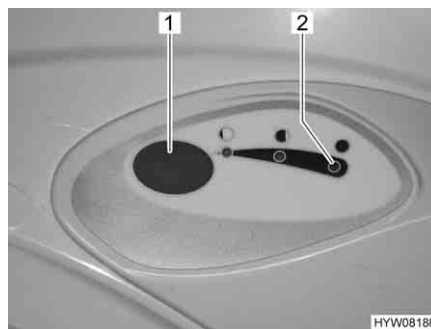

Bild 248 Spolknapp/kontrollampa Thetford-toalett
- För att spola, tryck på den blå spolknappen (Bild 248,1).
Kontrollampan (Bild 248,2) lyser när latrintanken måste tömmas.